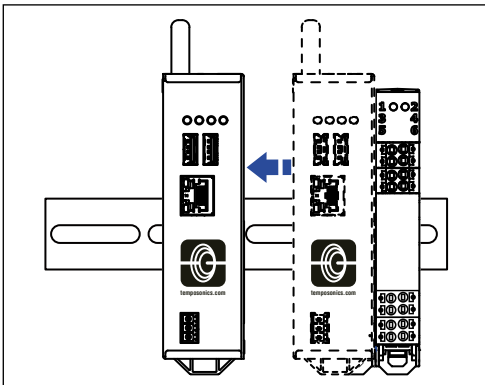

Abb. 8: Verschieben des TempoGate® Gateways nach links zur Demontage von der 35 mm-Normschiene
2. Schieben Sie das TempoGate® Gateway nach links (Abb. 8).